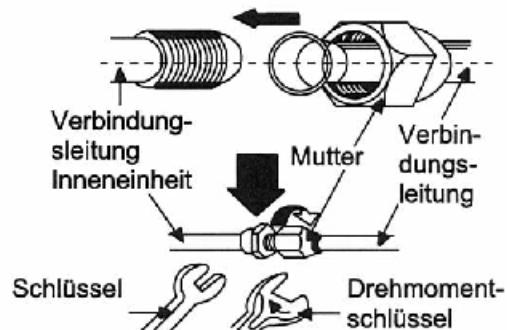

Abb. 9
- Die Inneneinheit an den Hängebügeln der Montageplatte einhängen und überprüfen, ob das Gerät ordnungsgemäß angebracht ist (siehe Abb. 9).